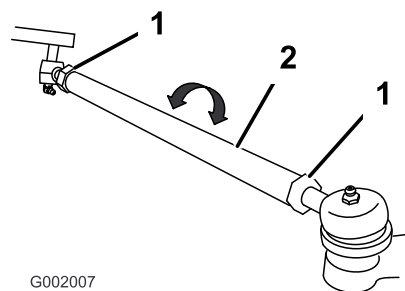

Figura 48
5. Se a medição obtida não corresponder aos valores especificados desaperte as porcas de segurança nas extremidades das barras transversais (Figura 48).